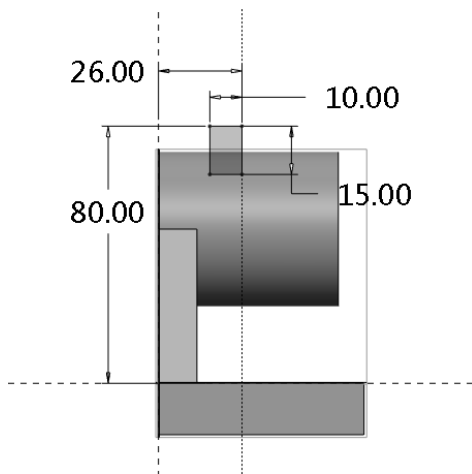

图 5-89 孔位旋转实体截面
(1) 选择 旋转工具，弹出旋转操控面板，单击面板中的【放置】→【定义】，选择 RIGHT 基准面作为绘图平面。进入二维草图绘制，在视图方向 中，选择 LEFT 作为当前视图方向，绘制如图 5-89 所示的二维截面，添加中心线在旋转轴位置，完成后单击 退出草图；